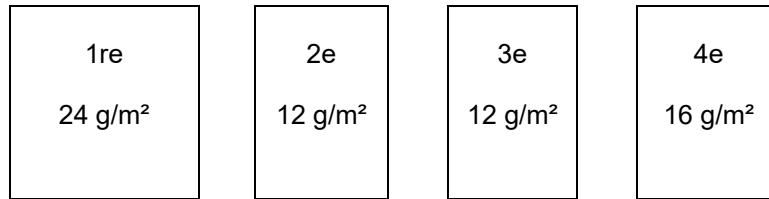

Fig. 8
- La 2e application (12 g/m²) doit être calculée en lien avec la première et peut être représentée par le calcul  $12 \div 24 = 0,5$  ou 50 % (voir Fig. 8).